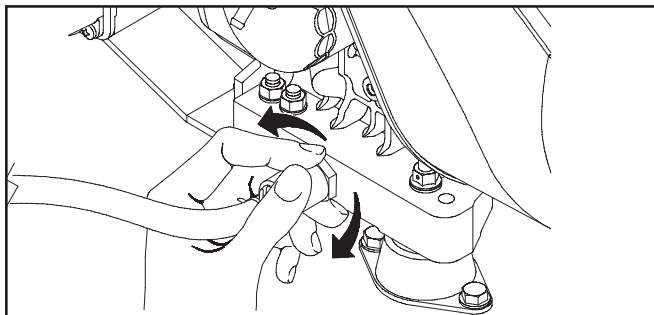

Figure 5 — Raccord de Vidange d'Huile
- Enfoncez et tournez le raccord de vidange d'huile d'un quart de tour dans le sens antihoraire. Tirez lentement le raccord vers l'extérieur jusqu'à ce que l'huile commence à s'écouler (Figure 5). Prenez garde de ne pas retirer complètement le raccord.